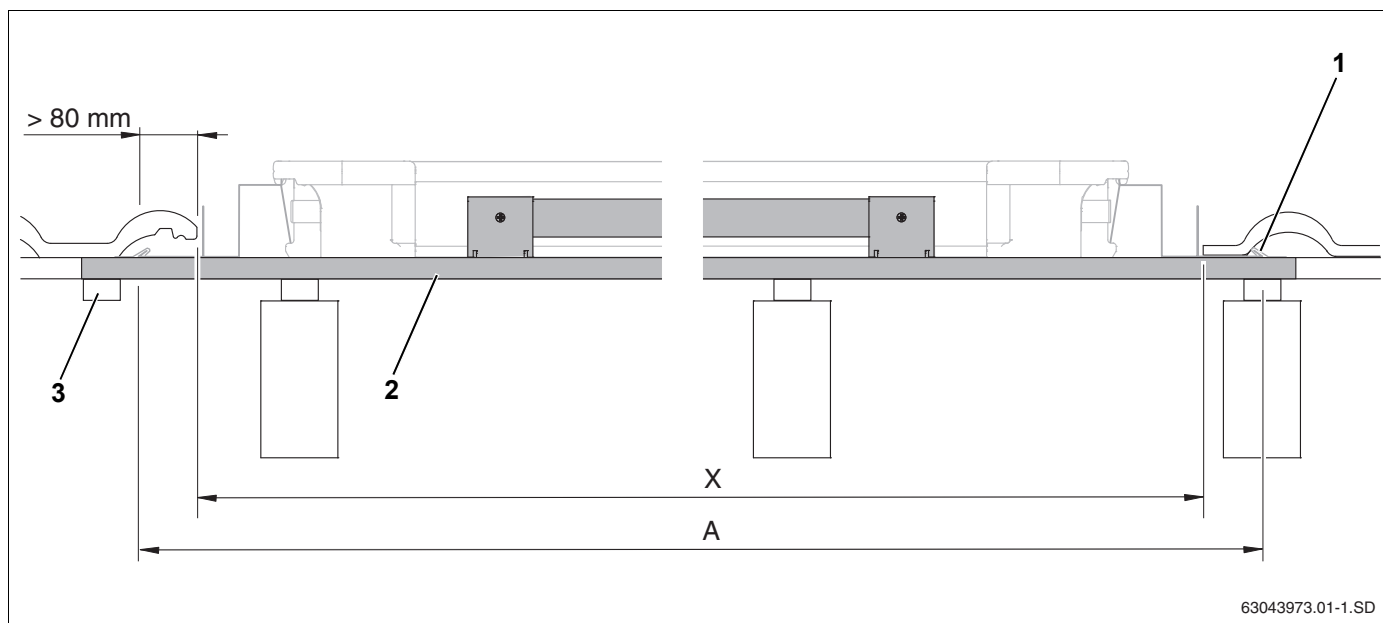
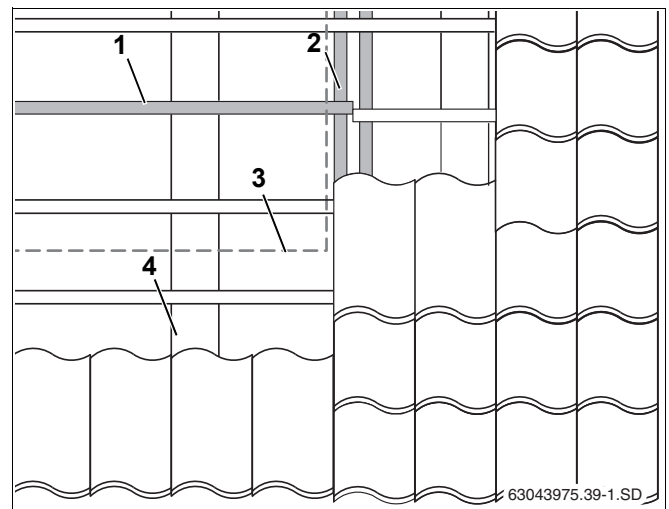

Рис. 9 Длина дополнительной обрешетки (здесь: первая рейка обрешетки внизу с креплением от сползания)
Рис. 13 Смещение обрешетки в области коллекторов
Минимальная длина дополнительной обрешетки (рис. 9, поз. 2) соответствует ширине поля коллекторов (таб. 5, стр. 14, размер А) плюс примерно 10 см для боковых прижимов (рис. 9, поз. 1).
- ▶ Закрепите стыки обрешетки на стропилах или прочно соедините с имеющейся обрешеткой крыши (рис. 9, поз. 3 и рис. 13, поз. 2).
Если понадобится установить дополнительную обрешетку (рис. 13, **поз. 1**) в зоне уже существующей, то нужно существующую обрешетку сместить в зоне поля коллектора (рис. 13, **поз. 3**) и прочно закрепить (рис. 13, **поз. 2**).